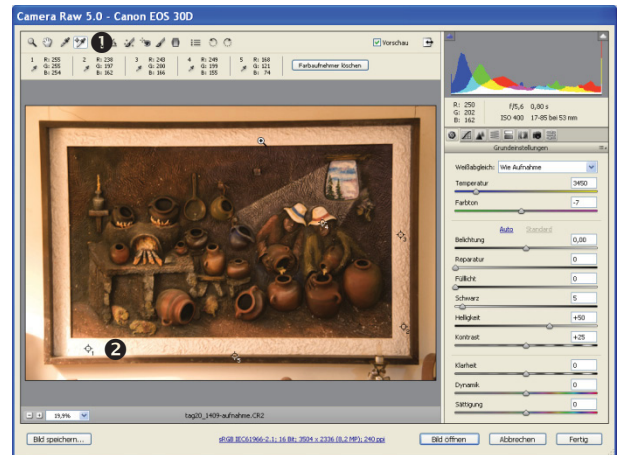

Abb. 11-14: Weißabgleich im RAW-Konverter
Durch Änderungen der Aufnahmeparameter im RAW-Konverter kann die Farbwiedergabe des Bildes erheblich beeinflusst werden (vgl. Abb. 11-12 und 11-13 sowie Abb. 11-14 und 11-15). Die am häufigsten angewendete Methode ist der WEIßABGLEICH. Aufgrund der wesentlich höheren Farbtiefe führt der an der RAW-Datei durchgeführte Weißabgleich zu einer differenzierteren Helligkeits- und Farbwiedergabe als beim 8bit-RGB-Bild.
Mit dem W FARBAUFNAHME (Abb. 11-14 ❶) werden zunächst Punkte im Bild markiert (maximal 9), an denen die Farbänderung kontrolliert werden soll.
Man wählt Punkte aus, die neutrale Farben repräsentieren, da an ihren RGB-Werten die Farbänderung sicher ablesbar ist: RGB(SCHWARZ) = 0-0-0, RGB(WEIß) = 255-255-255 (Abb. 11-14 ❷). Neutrales GRAU erkennt man an gleichen Werten in allen drei Kanälen.